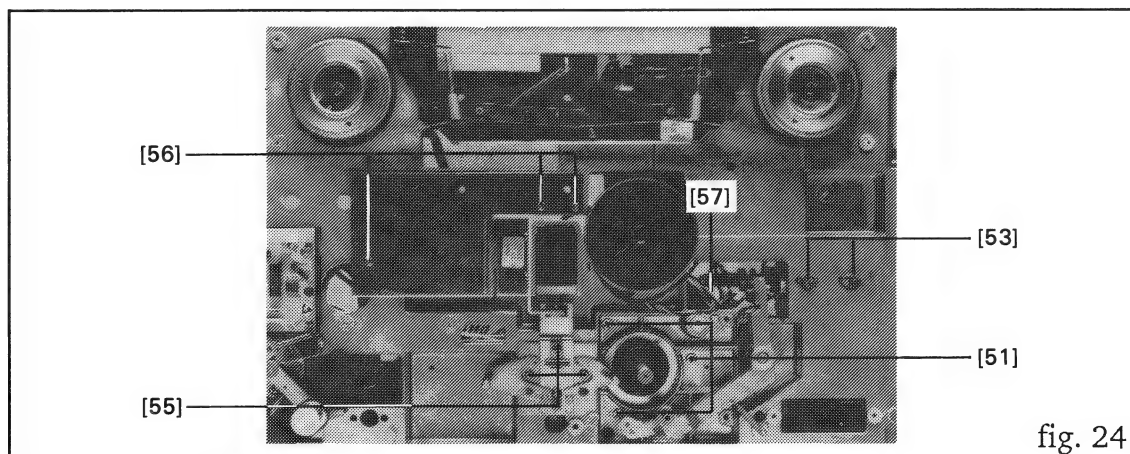

fig. 24
- Desserrer 3 vis de flasque de moteur de cabestan [51] (fig. 24), maintenir en même temps le moteur d'une main et le sortir.
- Desserrer 2 vis inbus [53] (fig. 24) de la fixation d'aimant presseur et sortir l'aimant.